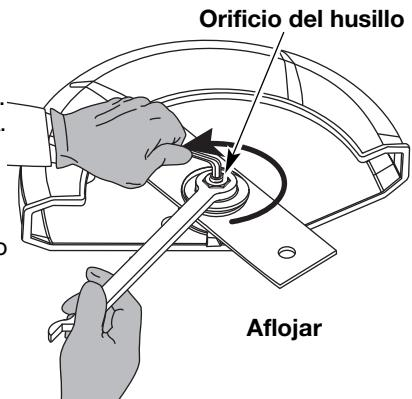

Fig. 19
1. Coloque la llave tipo "Allen" de 5/16" en el orificio del husillo (Fig. 19).
2. Mientras sujetá la llave tipo "Allen" en su lugar, afloje la tuerca con una llave de 15/16" girándola hacia la izquierda (Fig. 19).